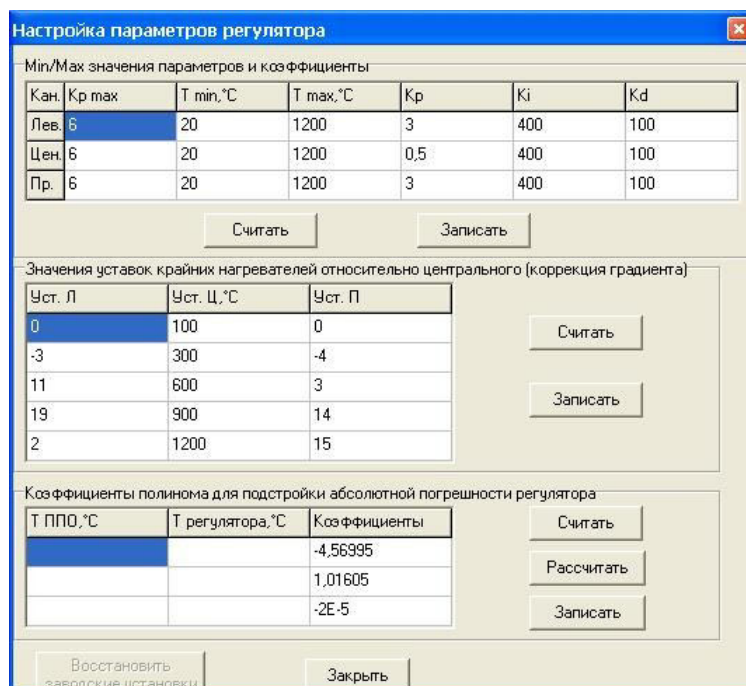

Рисунок 11 – Режим настройки регулятора печи МТП 1200-4
После ввода пароля на экране появится окно настройки регулятора печи МТП 1200-4 (см. рисунок 11).
2.5.6.3.9 Введите значение температуры, полученное при выполнении 2.5.6.3.7, в первое поле столбца «Т ППО, °С» в таблице «Коэффициенты полинома для подстройки абсолютной погрешности регулятора», а в первое поле столбца «Т регулятора, °С» введите 300 (см. рисунок 11).